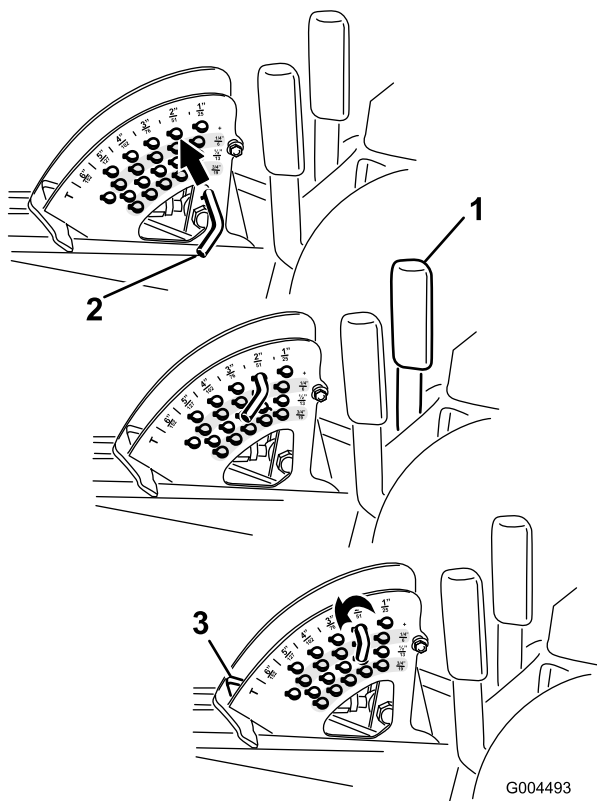

Figura 22
Nota: Para bloquear la carcasa de corte en posición elevada, eleve la plataforma más allá de la posición de 15 cm (6 pulgadas), retire el pasador de tope de altura de corte (consulte Ajuste de la altura de corte), y ponga el pasador en la posición de altura de corte de 15 cm (6 pulgadas) (Figura 22).
1. Con el motor en marcha, tire hacia atrás de la palanca de elevación de la carcasa hasta que la carcasa del cortacésped esté elevada del todo y **suelte la palanca inmediatamente** (Figura 22).
2. Para ajustar, gire el pasador de tope hasta que el pasador cilíndrico que contiene se alinee con las ranuras de los taladros del soporte de altura de corte, y retire el pasador (Figura 22).
3. Seleccione un taladro del soporte de altura de corte que corresponda a la altura de corte deseada, inserte el pasador y gírelo para bloquearlo en esa posición (Figura 22).
Nota: Hay cuatro filas de taladros (Figura 22). La fila superior corresponde a la altura de corte impresa encima del pasador. La segunda fila corresponde a la altura impresa más 6 mm (1/4 pulgada). La tercera fila corresponde a la altura impresa más 12 mm (1/2 pulgada). La fila inferior corresponde a la altura impresa más 18 mm (3/4 pulgada). Para la posición de 15,8 cm (6 pulgadas) hay un solo taladro, situado en la segunda fila. Esta posición no añade 6 mm (1/4 pulgada) a la altura de 15,8 cm (6 pulgadas).